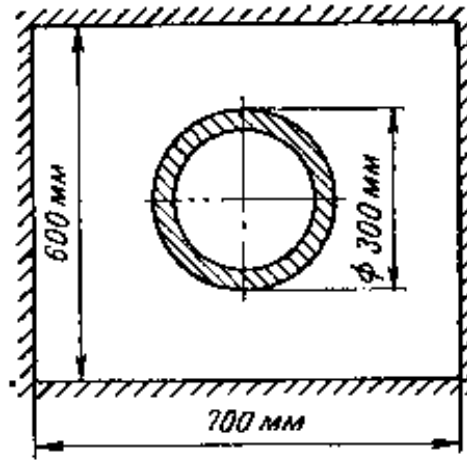

Рис. 1.
**Задача 3.** Найти потери тепла на излучение 1 м паропровода диаметром  $d = 300$  мм (рис. 1), наружная температура которого равна  $t_{w1} = 567^\circ\text{C}$ , степень черноты  $\varepsilon_{w1} = 0,93$  для случаев: